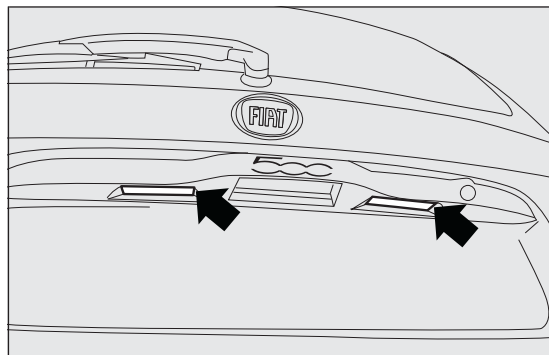

fig. 119
- ☐ presionar en el punto indicado por la flecha fig. 119 y quitar la pantalla transparente A;